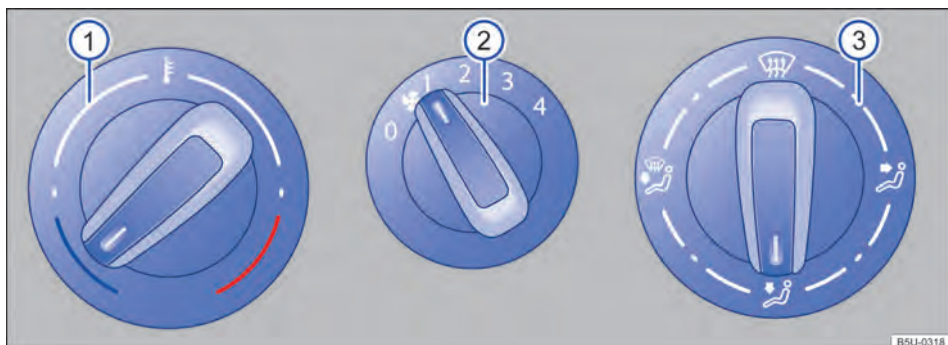

Fig. 78 Comandos do sistema de ventilação e aquecimento.
- Sistema de ventilação e aquecimento: girar o regulador do ventilador para o nível 0 → Fig. 78 (2).
- Sistema de ventilação e aquecimento: girar o regulador rotativo esquerdo → Fig. 78 (1) para regular a respectiva temperatura.
- Sistema de ventilação e aquecimento: girar o regulador do ventilador → Fig. 78 (2).
- Sistema de ventilação e aquecimento: girar o regulador da direita → Fig. 78 (3) para posição desejada.
- Em veículos com sistema de aquecimento, girar o botão da temperatura → Fig. 78  totalmente para a direita, para a posição máxima de aquecimento.